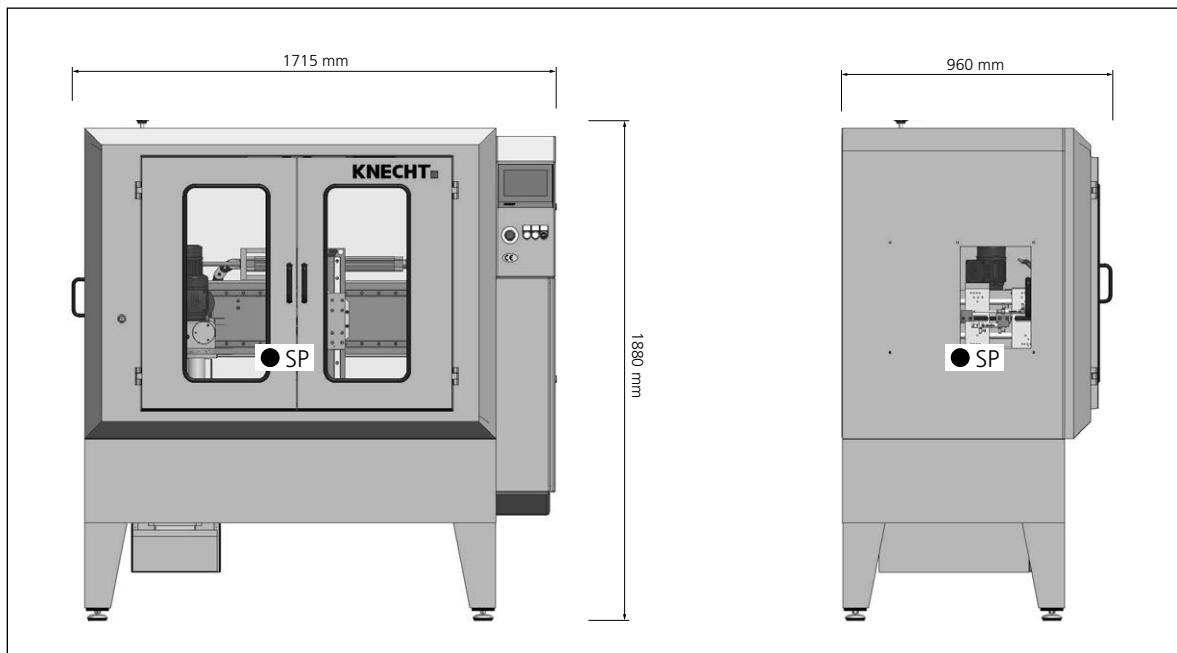

Bild 3-1 Abmessungen in mm und Schwerpunkt (SP) der Maschine
Beim Transport ist auf den Schwerpunkt der Maschine zu achten. In Bild 3-1 wird der Schwerpunkt (SP) angezeigt.